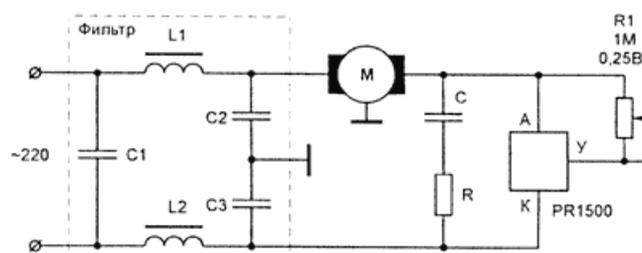

Рис. 3
2. При работе на индуктивную нагрузку (рис. 3) между силовыми электродами регулятора рекомендуется включить последовательную RC-цель (0,1 мкФ, 100 Ом).